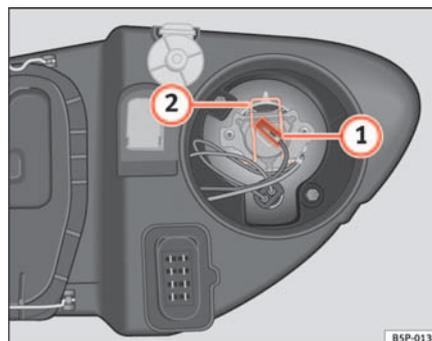

Fig. 184 Luz de carretera
- Extraiga el conector ⇒ fig. 184 ① de la lámpara.
- Presione el resorte ⇒ fig. 184 ② hacia dentro y hacia la derecha.